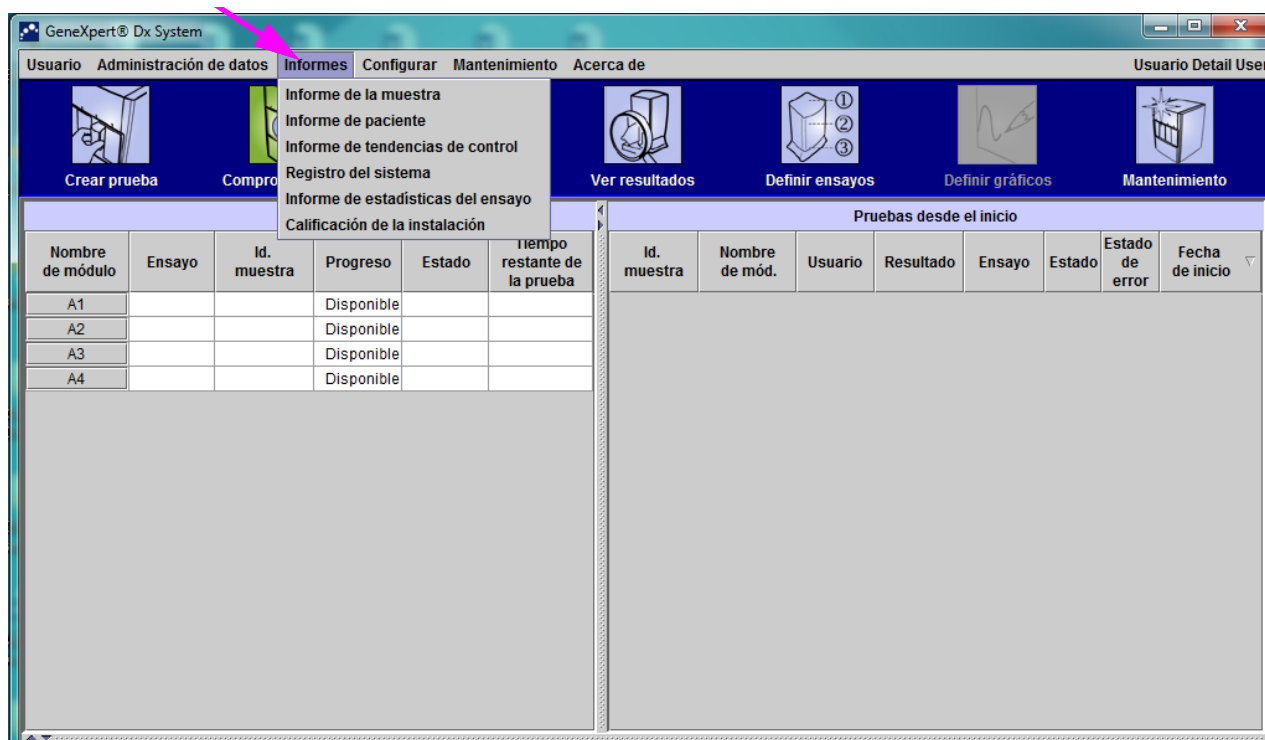
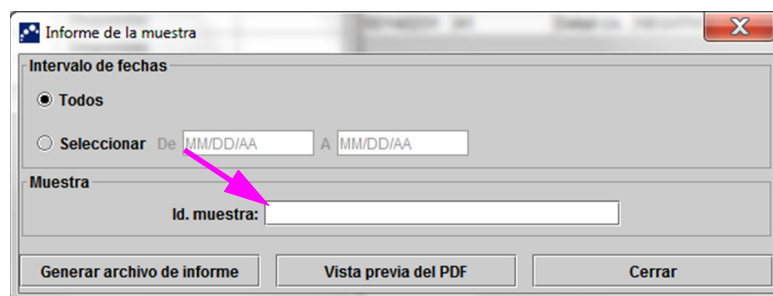
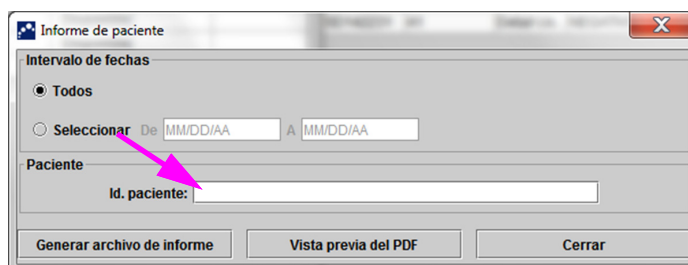

Figura 5-85. Ventana GeneXpert Dx System: Menú desplegable Informes
Figura 5-86. Cuadro de diálogo Informe de la muestra
Figura 5-88. Cuadro de diálogo Informe de paciente
El menú **Informes** (consulte la figura 5-85) proporciona las opciones de menú siguientes:
1. En la ventana GeneXpert Dx System, menú **Informes** (consulte la figura 5-85), haga clic en **Informe de la muestra**. Aparece el cuadro de diálogo Informe de la muestra. Consulte la figura 5-86.
- 1) Haga clic en el botón **Generar archivo de informe** de la pantalla Informe de la muestra (consulte la figura 5-86) para crear un archivo PDF del informe de la prueba. Aparecerá el cuadro de diálogo Generar archivo de informe, que permite guardar el archivo en una ubicación especificada. Haga clic en **Guardar** cuando haya navegado hasta la ubicación específica.
1. En la ventana GeneXpert Dx System, menú **Informes** (consulte la figura 5-85), haga clic en **Informe de paciente**. Aparece el cuadro de diálogo Informe de paciente. Consulte la figura 5-88.
- 1) Haga clic en el botón **GENERAR ARCHIVO DE INFORME** de la pantalla Informe de paciente (consulte la figura 5-88) para crear el archivo PDF del informe. Aparecerá el cuadro de diálogo Generar archivo de informe, que permite guardar el archivo en una ubicación especificada. Haga clic en **Guardar** cuando haya navegado hasta la ubicación específica.
1. En la ventana GeneXpert Dx System, menú **Informes**, (consulte la figura 5-85), haga clic en **Informe de estadísticas del ensayo**. Aparece el cuadro de diálogo Informe de estadísticas del ensayo. Consulte la figura 5-90.